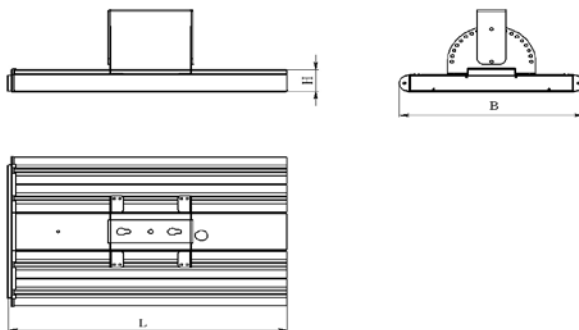

Рис. 1. Общий вид светильника
- 4.1 Общий вид светильников приведен на рис. 1.